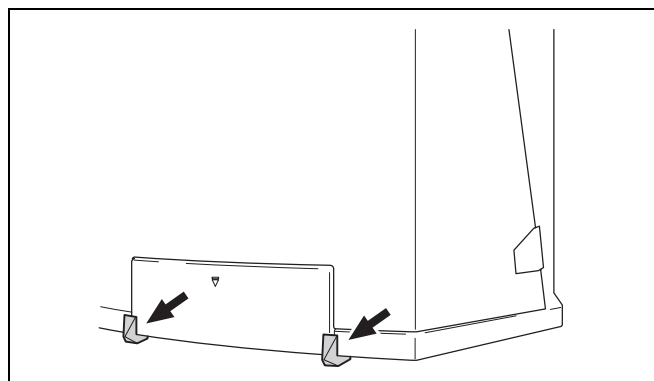

Fig. 3 Rimozione dei fermi di sicurezza per il trasporto
- Togliere i fermi di sicurezza per il trasporto (fig. 3).